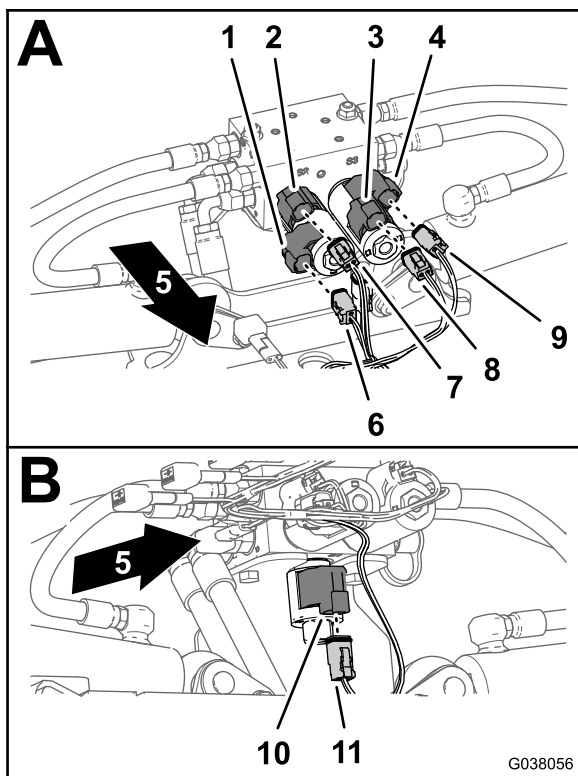

Figure 115
- Au niveau du solénoïde inférieur gauche, branchez le connecteur à 2 douilles du faisceau arrière identifié par la mention LEFT DOWN SOLENOID au connecteur à 2 broches du solénoïde de descente gauche (Figure 115).
4. Au niveau du solénoïde inférieur droit, branchez le connecteur à 2 douilles du faisceau arrière identifié par la mention RIGHT DOWN SOLENOID au connecteur à 2 broches du solénoïde de descente droit (Figure 115).
5. Au bas du collecteur de vérin de levage, branchez le connecteur à 2 douilles du faisceau arrière identifié par la mention ENABLE SOLENOID au connecteur à 2 broches du solénoïde d'activation (Figure 115).
2. Au niveau du solénoïde supérieur gauche, branchez le connecteur à 2 douilles du faisceau arrière identifié par la mention LEFT UP SOLENOID au connecteur à 2 broches du solénoïde de levée gauche (Figure 115).
3. Au niveau du solénoïde supérieur droit, branchez le connecteur à 2 douilles du faisceau arrière identifié par la mention RIGHT UP SOLENOID au connecteur à 2 broches du solénoïde de levée droit (Figure 115).